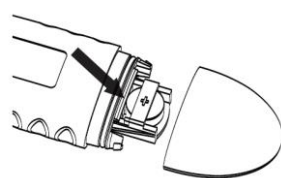

Figura 4
3. Puxe, com cuidado, a placa de plástico com o circuito elétrico onde se encaixa a bateria cerca de 1cm para fora (pouco menos de ½pol) (veja a Figura 4).